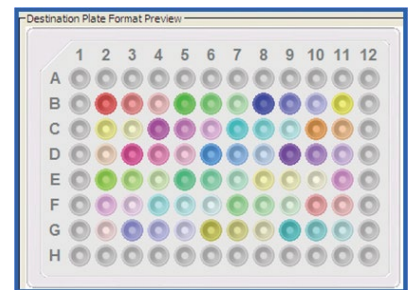

図 2 : ヒットピックウィザード
- **ヒットピックウィザード**：ヒットピッキングや希釈系列の作成等、複雑になりがちなプロトコルをウィザードを活用して簡単に作成することができます。(図 2)